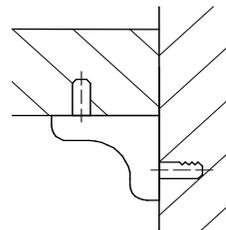

Рис.8 Схема установки полкодержателей
9. Установить полки поз. 7 на фиксирующие полкодержатели. (рис.8).